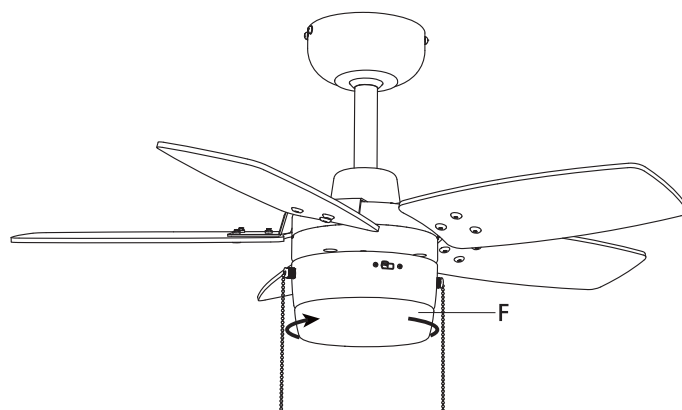

Figura 13
- Instale la pantalla de la lámpara (F) en el montador de la lámpara girando suavemente en el sentido de las agujas del reloj hasta que se trabe (Figura 13).